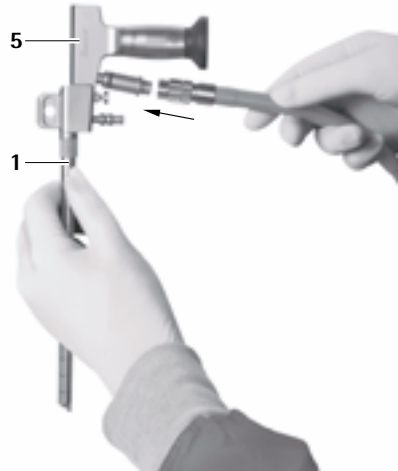

Fig. 3
- Collegare il cavo a fibre ottiche e la videocamera, vedere Fig. 3–5.